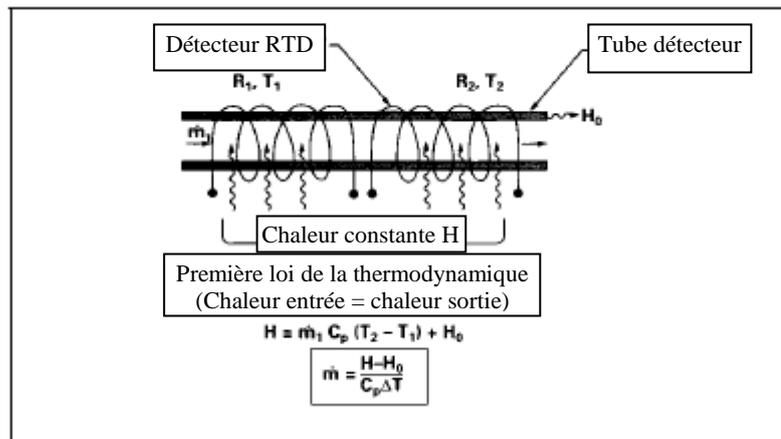
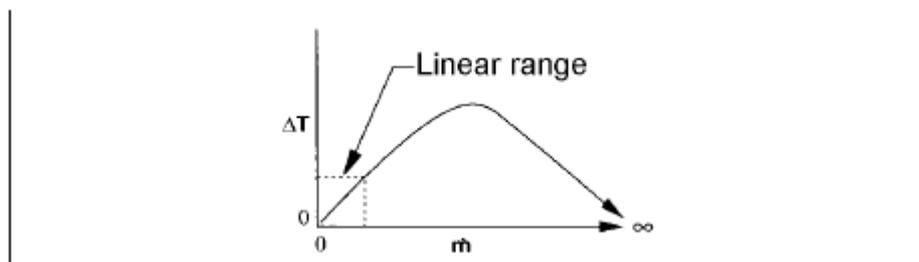

Figure 1-2. Principe de la mesure du flux
Figure 1-4. Intervalle linéaire du signal de sortie du transducteur
Les figures 1-2 et 1-3 montrent que le flux de la masse du gaz dans le tube détecteur est inversement proportionnel à la différence de température des serpentines. Les serpentines sont les pieds d'un circuit de pont avec une sortie de tension directement proportionnelle à la différence des résistances des serpentines (ΔT). Les deux autres paramètres, à savoir l'entrée de chaleur (H) et le coefficient de chaleur spécifique (C_p), sont tous les deux constants. Avec la conception soignée et attention à ces paramètres, ce signal de sortie devient linéaire dans l'intervalle de fonctionnement normal du transducteur. (Figure 1-4). En conséquence, le flux mesuré dans le tube détecteur est directement proportionnel au flux de gaz dans le corps principal.
Avant l'installation, rassurez-vous que le site de l'installation est conforme aux paramètres spécifiques du fonctionnement enregistrés sur le Label de Données de l'appareil. Le Label de Données est monté à l'arrière de l'enceinte de l'appareil électronique (voir le spécimen du Label de Données dans la Figure 1-2). Ceci est critique car chaque appareil est configuré pour une plage d'application spécifique. Veuillez s'il vous plait revoir le ou les gaz, le sens du montage, le(s) le(s)plage(s) de débit(s) maximum, la/les pression(s) d'entrée et de sortie, le/les température(s) de fonctionnement. La ligne de pression ne doit pas excéder 500 psig (34 barg). La température ne doit pas être au dessus de 122°F (50°C). La température minimum de fonctionnement est de 32°F (0°C) et la température ambiante doit être entre 0-50°C. Si votre application dépasse l'un de ces paramètres, contactez votre agent de vente Sierra avant l'installation. Vous pouvez aussi contacter l'un des Centres de Soutien Technique de Sierra. L'USINE AUX ETATS-UNIS : LIGNE VERTE 800-866-0200 ou TELEPHONE : 831-373-0200 ou FAXE : 831-373-4402 ou e-mail : service@sierrainstruments.com.